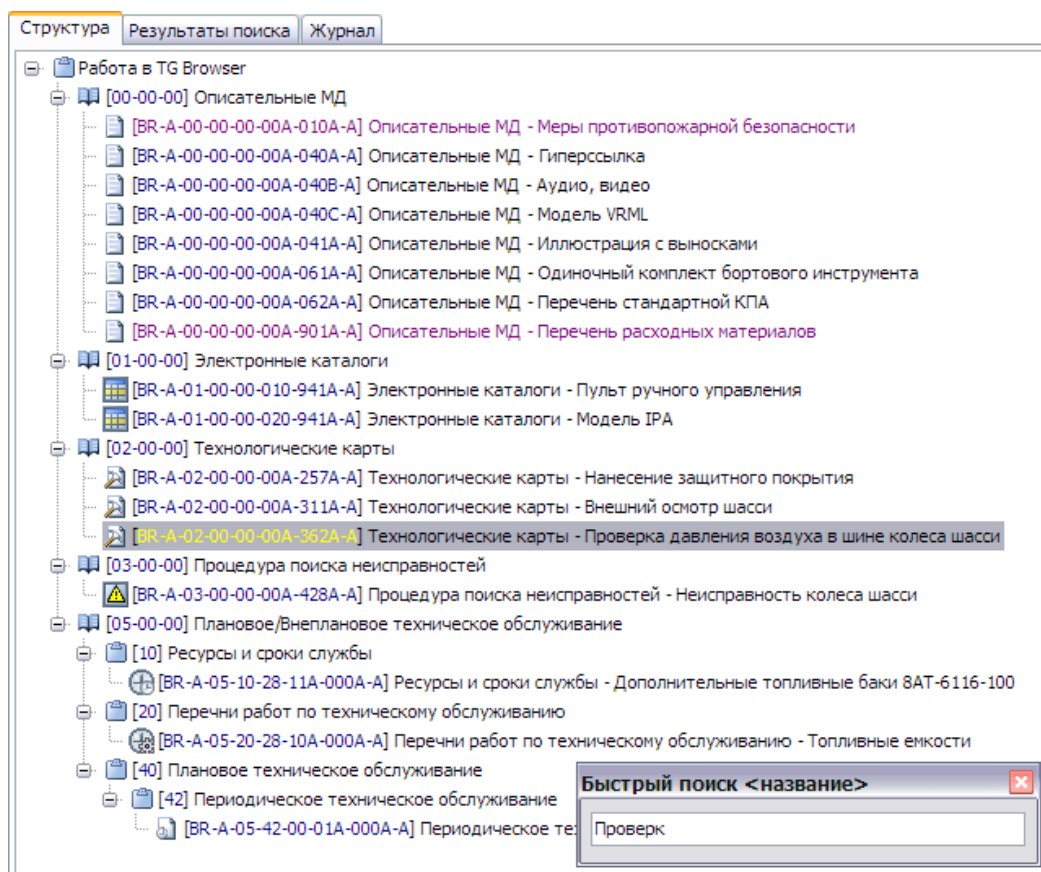

Рис. 71
3. Наберите на клавиатуре начальные буквы, если поиск производится по названию (или символы кода, если поиск производится по коду). В нижней части вкладки **Структура** появится окно быстрого поиска с введённой строкой поиска (Рис. 71).